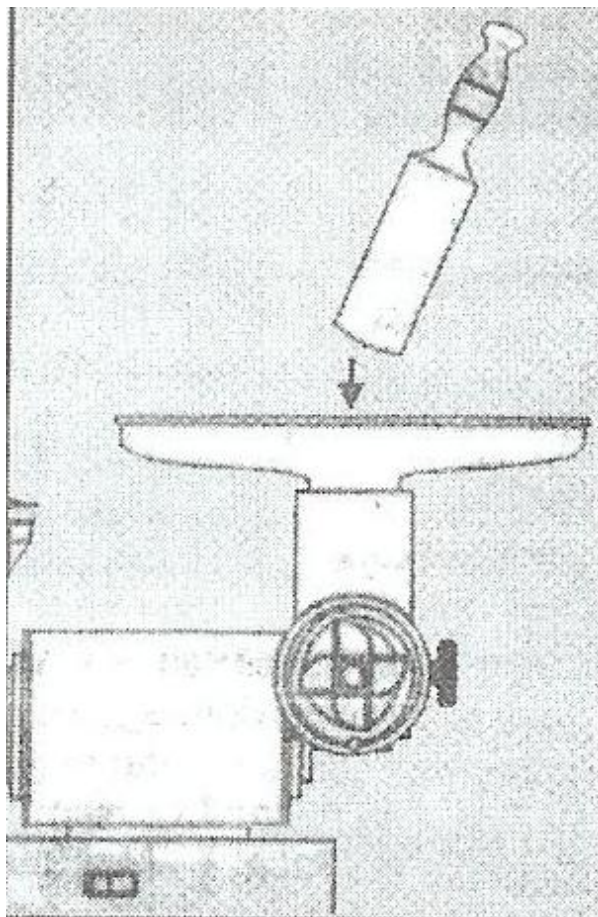

Figura 3 – Esquema da moagem
- c) introduzir a amostra pelo bocal utilizando o soquete que acompanha o homogeneizador (Figura 3);